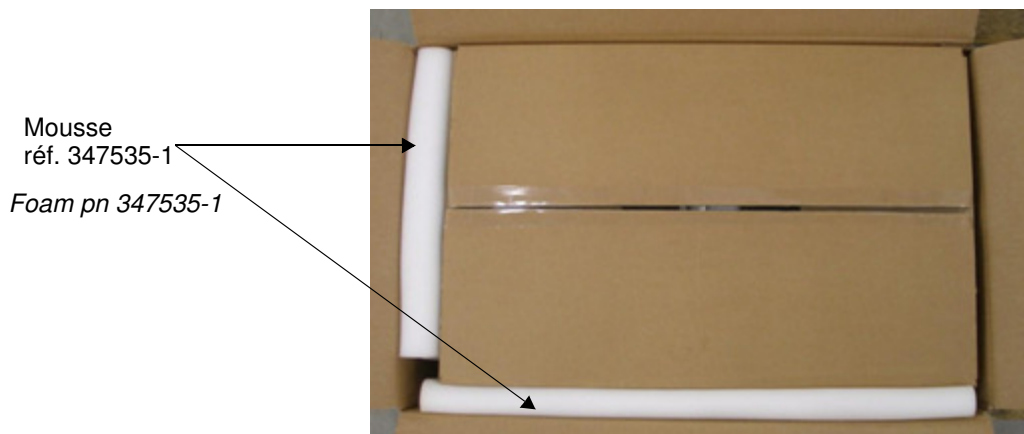

Figure 3
2. Caler avec des mousses réf. 347535-1 comme indiqué sur la figure 3.
2. Adjust with foams pn. 347535-1 see figure 3.